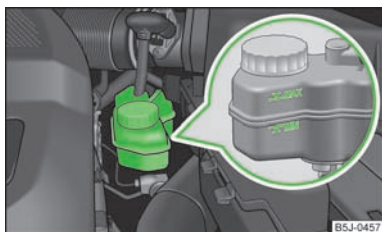

Fig. 118
- Comprobar el nivel de líquido de frenos en el depósito » fig. 118. El nivel debe encontrarse entre las marcas "MIN" y "MAX".